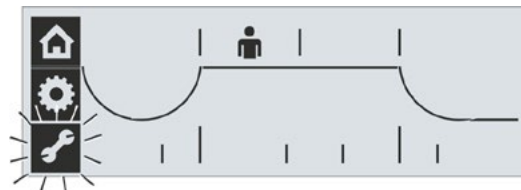

Fig. 1: Seleccionar menú parámetros
4. Seleccionar menú "Parámetros": Girar el controlador del dispositivo hasta que el símbolo de la llave parpadee de modo inverso (fig. 1).